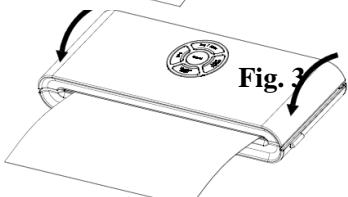

Fig. 3
4. Luk apparatets øverste halvdel, og pres den godt ned, til der høres et klik i begge sider – Fig. 3.
6. Tryk derefter på knappen Vacuum & Seal. Apparatet starter automatisk vakuumeringen og forseglingen – Fig. 3.
4. Tryk på kontakten til vakuumbeholderen "PULSE VACUUM" for at starte vakuumeringen – Fig. 3. Tryk på vakuumbeholderens låg med hånden, når vakuumeringen startes, for at sikre, at der ikke siver luft ud mellem låget og beholderen.